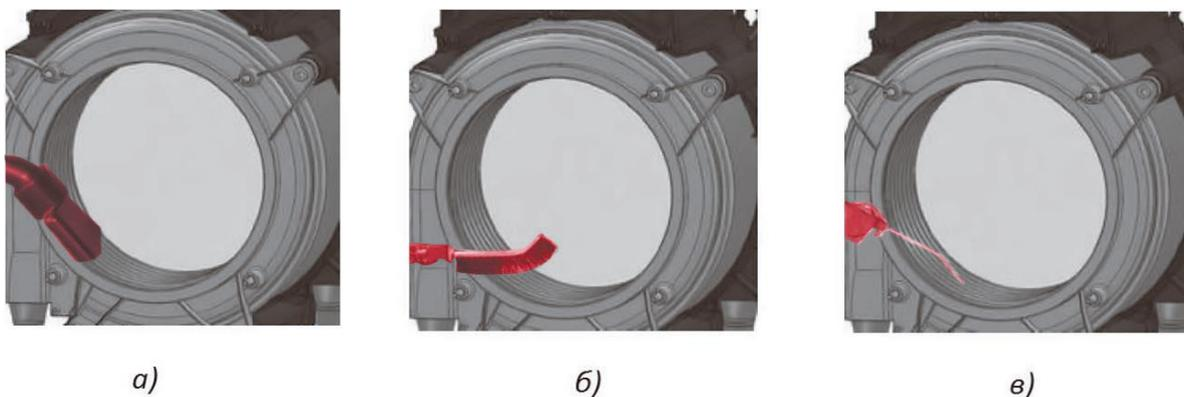

Рис. 18. Чистка камеры сгорания
(рисунок 18а);
2. Очистить спираль теплообменника щеткой. Для чистки спирали теплообменника запрещено применять щетку с металлическими щетинками (рисунок 18б).
3. Соберите пылесосом отложения, осыпавшиеся после работы щеткой (рисунок 18а);
4. Продуйте сжатым воздухом промежутки между спиралями теплообменника (рисунок 18в);
5. Удалите образовавшийся мусор пылесосом (рисунок 18а).